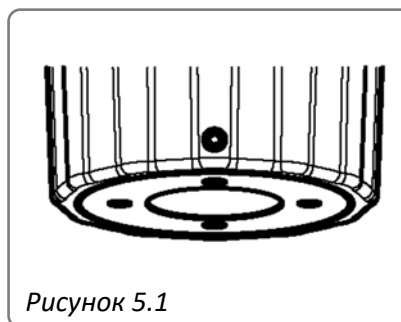
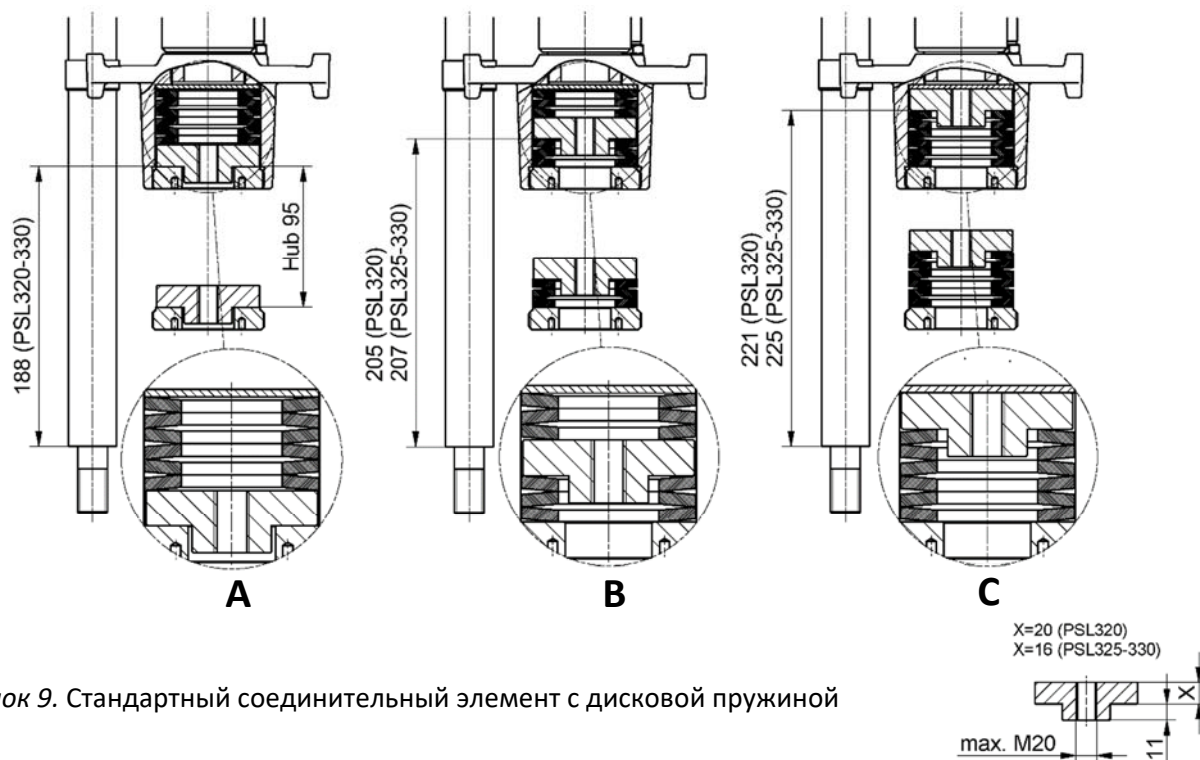

Рисунок 5.1
Рисунок 9. Стандартный соединительный элемент с дисковой пружиной
- Отвинтите торцевую гайку (5) от шпindelной гайки (1) и наденьте ее на шпindel клапана (9).
- Убедитесь в том, что отверстие в соединительном элементе (3) соответствует размеру стержня клапана. При необходимости рассверлите и/или откалибруйте резьбу.
- Надвиньте или навинтите соединительный элемент на стержень клапана и расточите его с помощью стержня клапана и закрепите штифтом или зафиксируйте его с помощью контргайки (Выполните укладку чашечных пружин, как показано на Рисунок 9 на стр. 12.).
- Введите стержни привода в отверстия пластины для крепления клапана (6) и затяните их крепежными гайками (7)
- Вытяните шпindelную гайку рукой и полностью наденьте ее на дисковые пружины и стяжной элемент, слегка прикрутите контргайку и затяните ее, дополнительно вытяните шпindelную гайку и при необходимости затяните до упора дисковые пружины с помощью прилагаемого торцевого ключа, затем затяните контргайку на одном уровне с нижним краем шпинделя и не выступайте (рис. 5.1, при необходимости, сжать диск ручкой).
- Затяните установочный винт с шестигранной головкой (2), торцевая гайка должна быть зафиксирована от отвинчивания.
- A: распределение слоев в проходном клапане с направлением закрывания «стержень клапана приближается к кулачку» (Рисунок 9)
- B: распределение слоев в трехходовом клапане (Рисунок 9)
- C: распределение слоев в проходном клапане с направлением закрывания «стержень клапана удаляется от кулачка» (Рисунок 9)